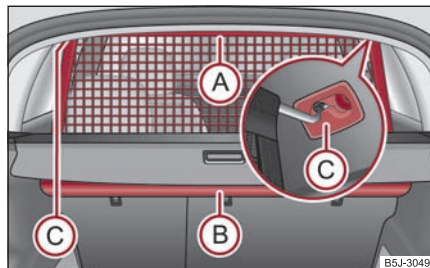

Fig. 87 Scoaterea peretelui despărțitor
- Trageți peretele de curelușă (A) din carcasă (B) în direcția suporturilor (C) ⇒ fig. 87.
- Introduceți bara transversală în punctul de prindere (C).